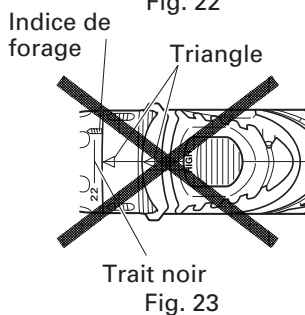

Fig. 23
- Ne pas utiliser avec le capuchon sur le chiffre "22" et le trait noir au milieu du repère de perçage. Cela pourrait provoquer des dommages. (Voir Fig. 23)